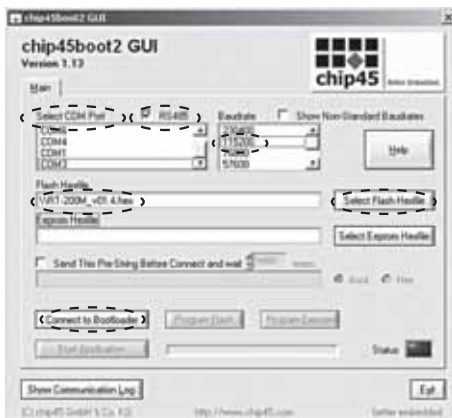

Рис. 25.
4. Запустить программное обеспечение «**Chip45boot2 GUI V1.12**», Рис. 25;
6. Нажать кнопку **«Select Flash Hexfiles»**, и выбрать файл микропрограммы последней версии регулятора температуры: PTM-2000_vX.X.hex*, Рис. 25;
9. В течение 30 секунд нажать кнопку **«Connect to Bootloader»**, Рис. 25;